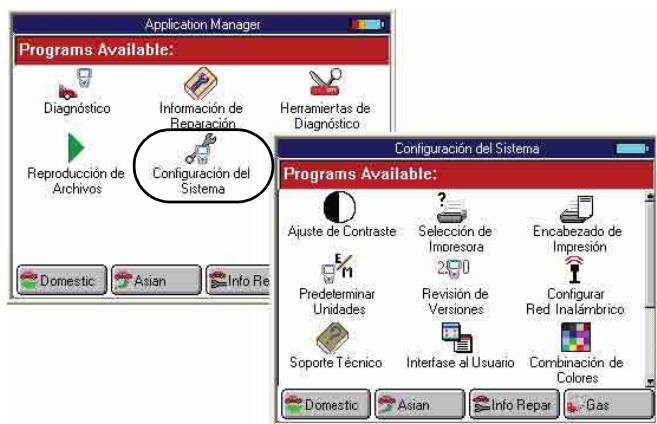

Figura 17.1: Pantallas Application Manager y Configuración del Sistema (System Setup)
- 1 Siga los pasos en Procedimiento Básico para mostrar la pantalla Configuración del Sistema (vea Figura 17.1).
- 1 Siga los pasos en Procedimiento Básico en la página 77 para mostrar la pantalla Configuración del Sistema (vea Figura 17.1).